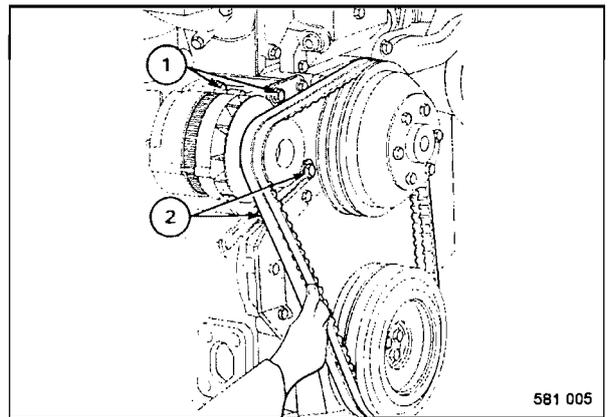

Fig. 69
- Soltar ligeramente los tornillos de fijación 1 y 2 (Fig. 69).